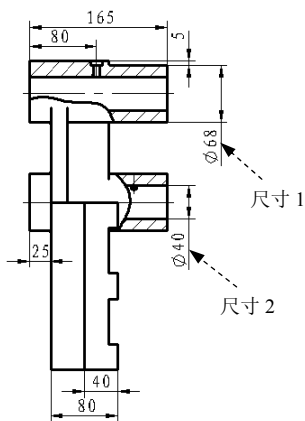
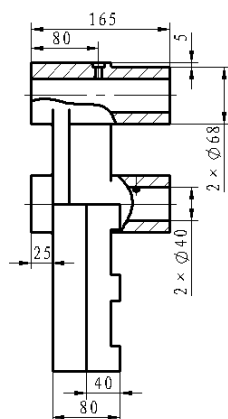

图 10.2.24 标注主视图尺寸
图 10.2.25 编辑尺寸（二）
Step1. 标注尺寸。选择下拉菜单 **工具(T)** → **尺寸(S)** → **智能尺寸(S)** 命令，在图形区的主视图中添加图 10.2.24 所示的尺寸标注。
Step2. 编辑尺寸。在主视图中选取图 10.2.24 所示的“尺寸 1”，然后在弹出的“尺寸”对话框 **标注尺寸文字(I)** 区域的文本框中，将光标切换到文本“<MOD-DIAM><DIM>”之前，然后输入文本“2×”，完成“尺寸 1”的编辑；参照此方法，在图 10.2.24 所示的“尺寸 2”中添加文本“2×”，调整尺寸的位置，结果如图 10.2.25 所示。